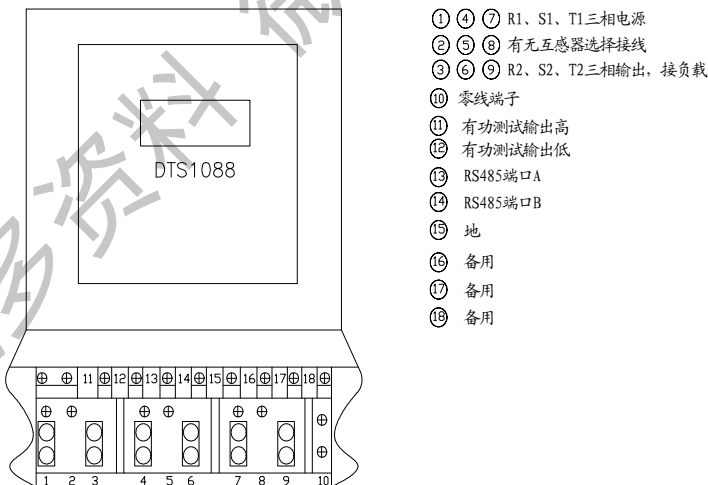

图 2
- D: 电能表的 A 和 B 分别为图 2 中的 13 和 14 脚;